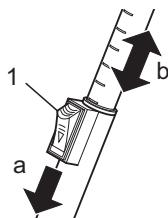

Abb. 4
4. Stellen Sie die Länge des Teleskoprohrs ein. Drücken Sie dazu die Teleskoprohr-Arretierung (Abb. 4/1) nach vorn (Abb. 4/a). Ziehen Sie dann das Teleskoprohr am Handgriff (Abb. 1/1) auf die gewünschte Länge (Abb. 4/b). Zum Verriegeln lassen Sie die Teleskoprohr-Arretierung, während Sie ziehen, los. Sie hören ein deutliches Klicken.